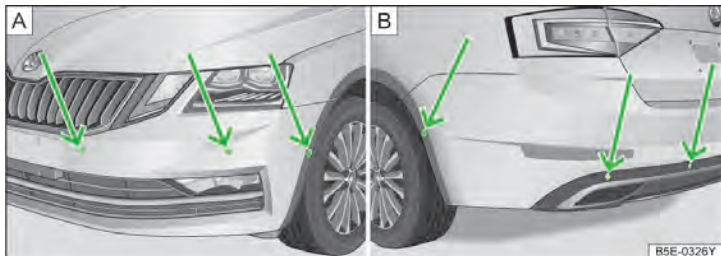

图 140 超声波传感器的位置: 车前/ 车后
- 保持系统控制单元»图 140，见第 109 页清洁，无冰雪，没有被任何物体覆盖，否则会削弱系统功能。
系统通过超声波计算保险杠与障碍物之间的距离。超声波位于保险杠后方或前方，具体因车辆设备而异» 图 140。